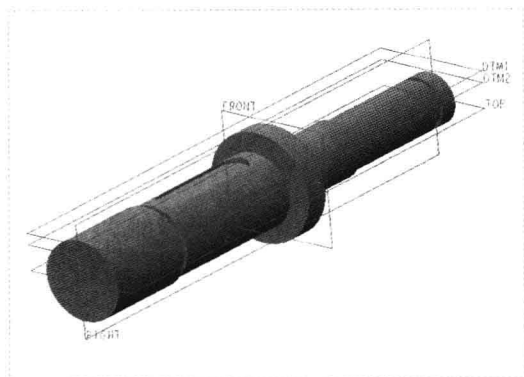

图 14-15 新建平面 2
Step 06 按【Enter】键确认，单击“确定”按钮，即可新建一个名为 DTM2 的平面，如图 14-15 所示。